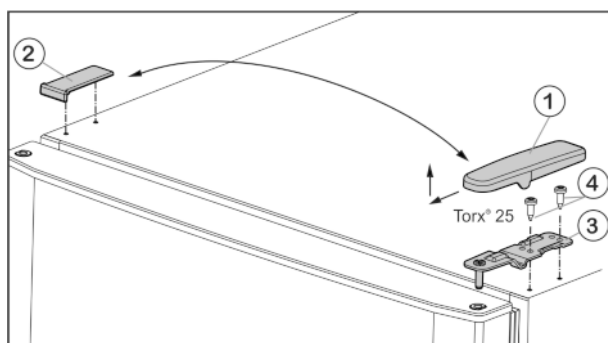
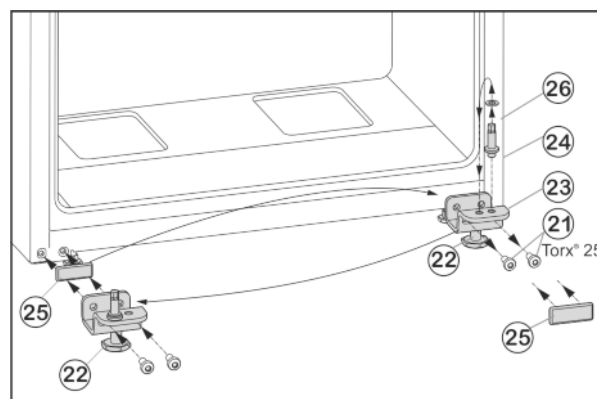

Fig. 5
Fig. 7
- Tõmmake kate Fig. 5 (1) suunaga ette- ja ülespoole maha.
- Tõstke kate Fig. 5 (2) pealt ära.
- Kruvige ülemine laagritugi Fig. 5 (3) küljest ära (2 tk Torx® 25) Fig. 5 (4) ja tõmmake ülespoole maha.
- Keerake kinnituskruvid Fig. 7 (21) välja.
- Võtke alumine laagripukk Fig. 7 (23) tervikuna koos laagripoldi Fig. 7 (24), seibi Fig. 7 (26) ja seadejalaga Fig. 7 (22) maha.
- Keerake laagripolt Fig. 7 (24) tervikuna koos seibiga Fig. 7 (26) välja, paigutage vastasküljel laagripuki kinnitussavasse ümber ning kruvige taas kinni.
- Võtke katteplaat Fig. 7 (25) ettevaatlikult maha ja paigutage vastasküljele ümber.
- Kruvige alumine laagripukk Fig. 7 (23) tervikuna koos laagripoldi Fig. 7 (24), seibi Fig. 7 (26) ja seadejalaga Fig. 7 (22) akutrelli kasutades uuel šarniirküljel taas **tugevasti (4 Nm)** külge.
- Asetage alumine uks ülaltpoolt laagripoldile Fig. 7 (24).
- Pange keskmine laagritugi (13) 180° võrra pööratult alumise ukse sisse ja keerake kinnituskruvidega (11)(2 tk Torx® 25) uuel šarniirküljel **tugevasti (4 Nm)** külge.
- Pange plastmass-seib (10) peale tagasi.
- Asetage ülemine uks keskmisele laagritoole (13).
- Pange ülemine laagritugi Fig. 5 (3) uuel šarniirküljel ukse sisse.
- Kruvige ülemine laagripukk **tugevasti (4 Nm)** külge (2 korda Torx® 25) Fig. 5 (4). Kasutage vajaduse korral akutrelli.
- Pange kate Fig. 5 (1) vastasküljel väljastpoolt peale ja fikseerige.
- Pange kate Fig. 5 (2) vastasküljel ülaltpoolt peale ja fikseerige.
- Keerake seadejalga Fig. 7 (22) alumisest laagritoest Fig. 7 (23) välja, kuni ta toetub vastu pörandat.